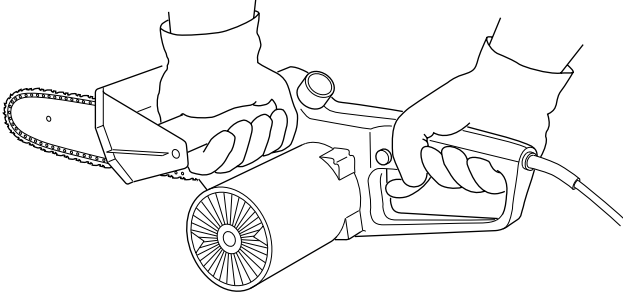

FIGURE 9
6. **NE JAMAIS TRAVAILLER AVEC UNE SEULE MAIN** (Voir figure 8). Toujours maintenir l'appareil avec les deux mains, pouces et doigts agrippant fermement les poignées comme sur la figure 9.